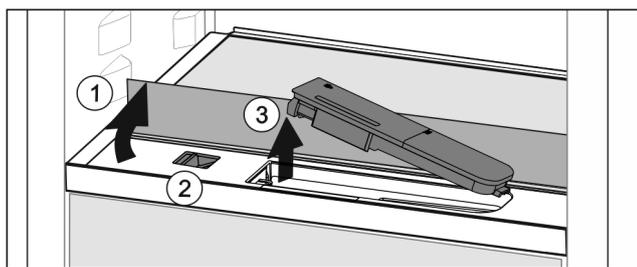

Fig. 56
- ▶ Soulever la tablette et la rabattre vers l'arrière jusqu'à la butée Fig. 56 (1).
- ▶ Pousser le curseur Fig. 56 (2) vers la gauche.
- ▶ Sortir le filtre à eau Fig. 56 (3).